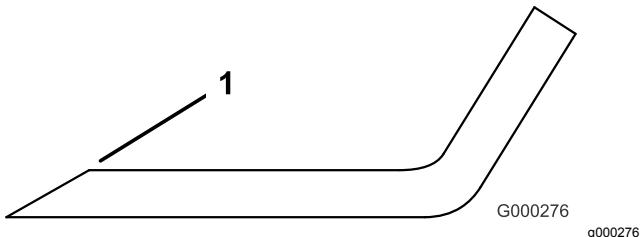

Figura 32
- 3. Inspeccione los filos de corte de todas las cuchillas. Afile los filos de corte si están romos o tienen mellas. Afile únicamente la parte superior del filo y mantenga el ángulo de corte original para asegurar un filo correcto (**Figura 32**). La cuchilla permanecerá equilibrada si se retira la misma cantidad de metal de ambos filos de corte.